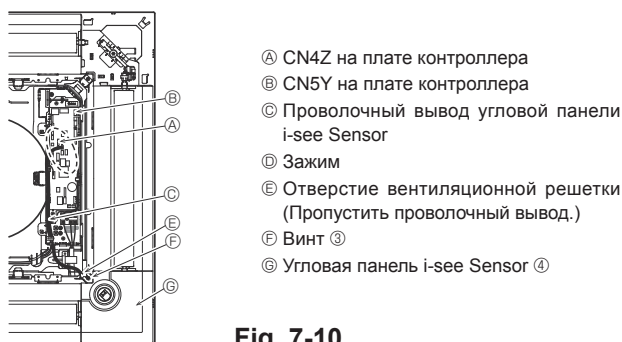

Fig. 7-10
7.4.6. Установка угловой панели i-see Sensor (Fig. 7-10)